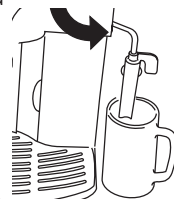

Figura 19
8. Immediatamente dopo (entro un intervallo di non più di 2 minuti, per evitare che la macchina passi automaticamente alla funzione espresso / caffè lungo), immergere lo schiumatore nel contenitore del latte (Figura 19).